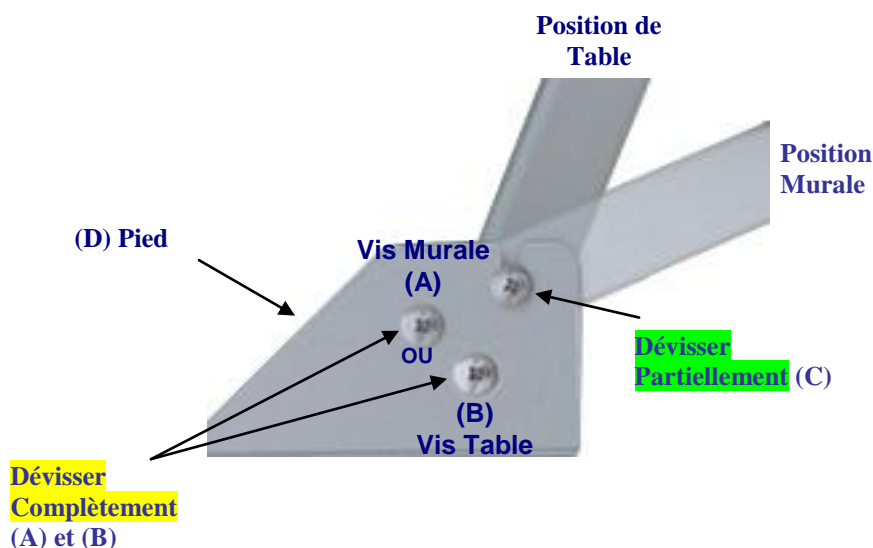

Figure 1
2. De chaque côté du pied, **dévisser complètement** la vis A (murale) ou la vis B (de table). **Dévisser partiellement** la vis C. (Voir figure 1)
- Prendre uniquement le pied (D) pour le fixer à l'endroit désiré.